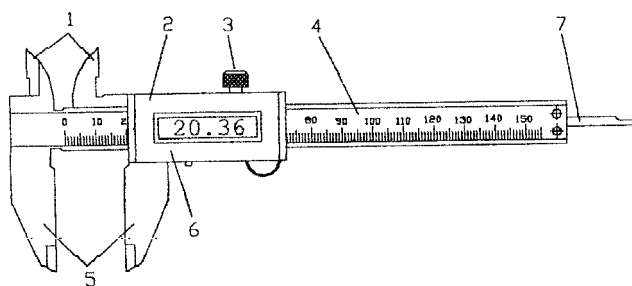

图4-10 200mm以下带电子显示卡尺
(3) 带电子显示卡尺其结构主要由以下几部分组成：尺身、刀口内量爪、外量爪、尺框、紧固螺丝、深度尺、电子显示表等组成，如图4-10所示：